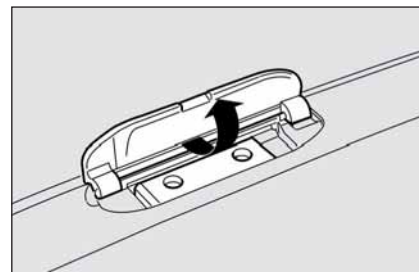

fig. 121
- per versioni senza tetto apribile: sollevare le linguette utilizzando il cacciavite in dotazione per rendere accessibili le sedi di fissaggio **fig. 121**;